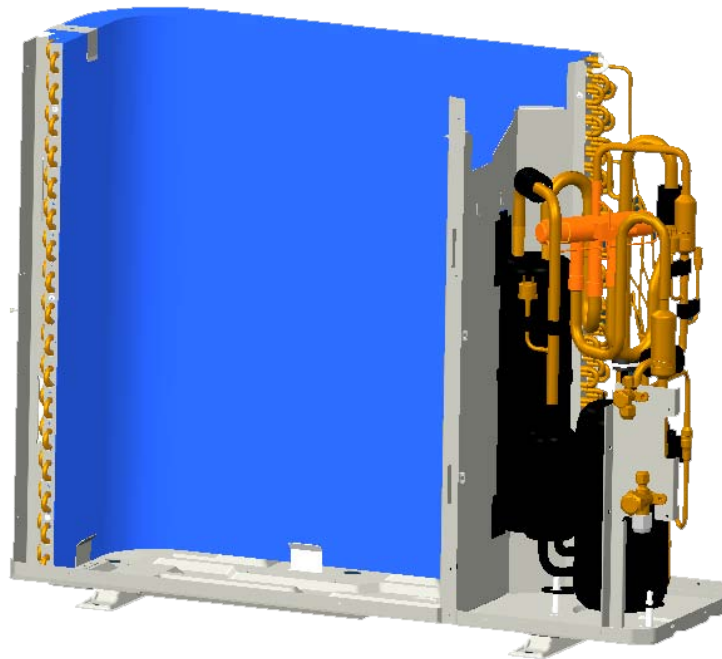

Fig.11
- Desoldar los tubos de la válvula 4 vías y sacar el la válvula 4 vías (Fig. 11)